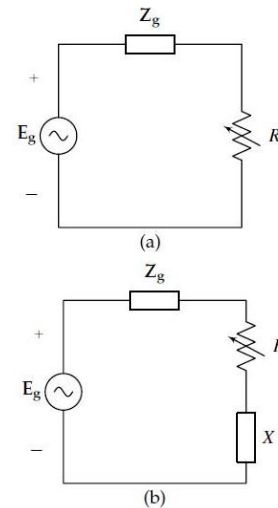

Figura 4. Casos para máxima transferencia de potencia.
2.4. Demostrar el teorema de máxima transferencia de potencia para las dos configuraciones de la figura 4.